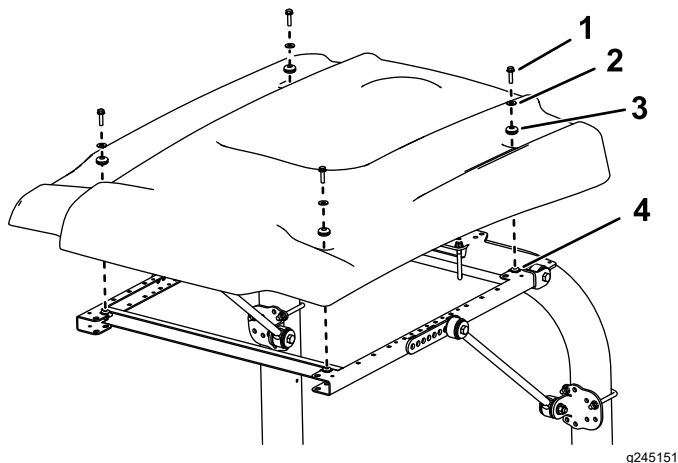

Рисунок 38
15. Выравнивая монтажные отверстия, расположите солнцезащитный навес на раме, как показано на Рисунок 38.
16. Установите каждый угол солнцезащитного навеса на раму с помощью болта с фланцевой головкой (5/16 x 1¼ дюйма), малой шайбы и уплотнительной втулки, не затягивая их (Рисунок 38).